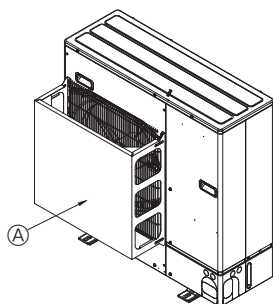

Fig. 2-5
- ② Si la unidad está situada en un lugar expuesto a vientos fuertes como huracanes que puedan entrar en la salida de aire, coloque una guía de protección de aire opcional. (Fig. 2-5)